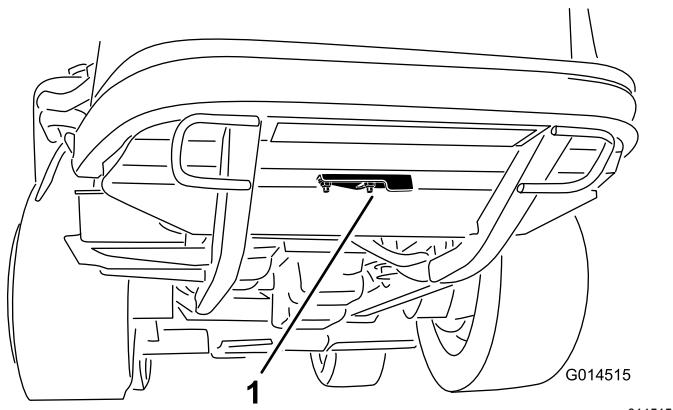

Рисунок 42
2. Ослабьте фланцевую гайку, которая крепит крышку отверстия для очистки к нижней стороне задней рамы (Рисунок 42). Поверните крышку, чтобы получить доступ к отверстию для очистки в раме.